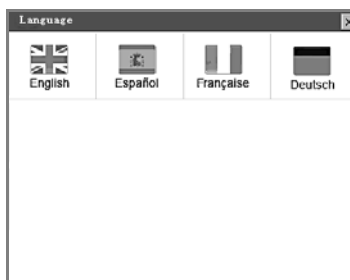

Figura 3.3
- 2) Use el botón de desplazamiento hacia **ARRIBA/ABAJO** para seleccionar el idioma deseado y presione el botón **OK** para guardar la selección y regresar a la pantalla anterior. (Figura 3.3)